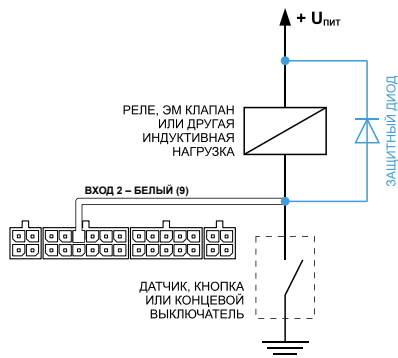

Рис.16. Схема подключения защитного диода
- 1. Защитный диод** (Рис.16) – устанавливается параллельно индуктивной нагрузке. При этом ток защитного диода ($I_{\text{диода, прямой}}$) должен быть не менее $1.5 \cdot I_{\text{удержания катушки}}$. Если ток удержания катушки неизвестен или есть сомнения, следует использовать схему включения с защитным реле.